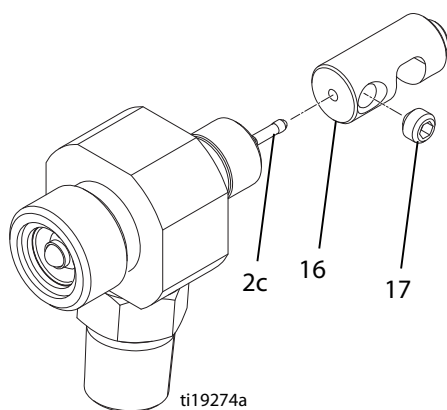

Рис. 9
- Во избежание сгибания иглы (2c) поддерживайте пружинную направляющую (16), ослабьте установочные винты (17), затем извлеките пружинную направляющую (16). См. Рис. 9.